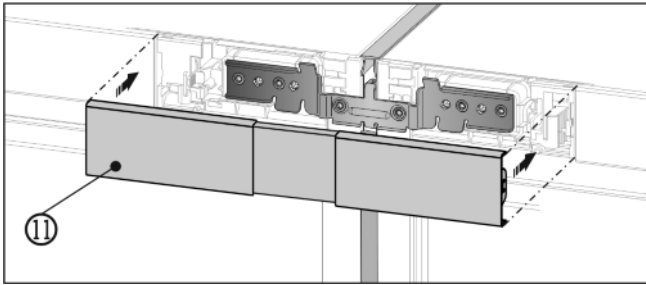

Fig. 15
- ▶ 将上盖板 Fig. 15 (11) 卡紧在两块操作板中间空位处。注意，盖板外侧必须与操作板平整连接。